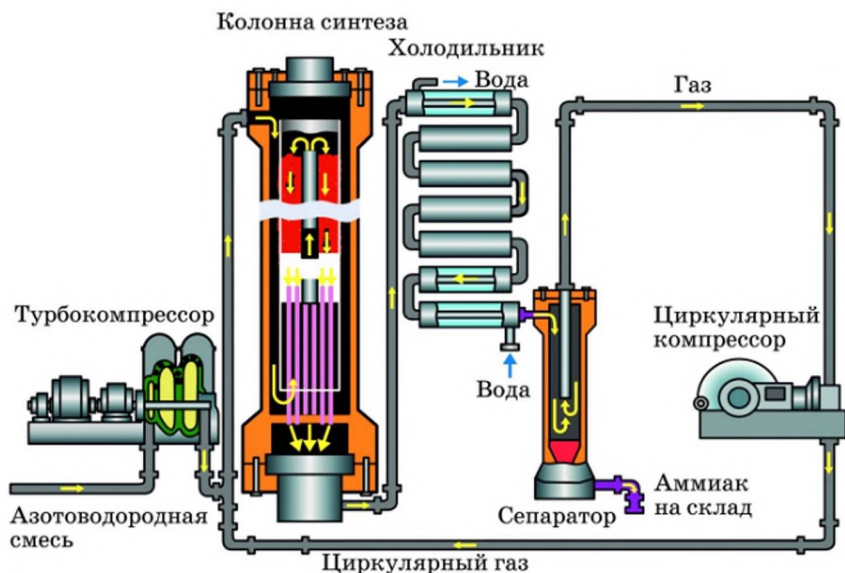

Рис. 166. Производство аммиака
Азотоводородную смесь под высоким давлением, создаваемым компрессором, подают в *колонну синтеза* (рис. 166). Она представляет собой толстостенный цилиндр высотой от 10 до 18 м, выполненный из стали и закрытый с торцов стальными крышками. Смесь поступает в колонну сверху, проходит между катализаторной коробкой и внешней стенкой реактора, затем между трубами теплообменника и далее по центральной трубе катализаторной коробки. При этом газ нагревается до 450°C и далее вступает в контакт с катализатором. В ходе реакции температура газа возрастает примерно на 100°C , избыток теплоты используется для обогрева азотоводородной смеси, поступающей в колонну синтеза.
5. Изучите рисунок 166, проследите движение азотоводородной смеси, расскажите о назначении каждого из аппаратов.